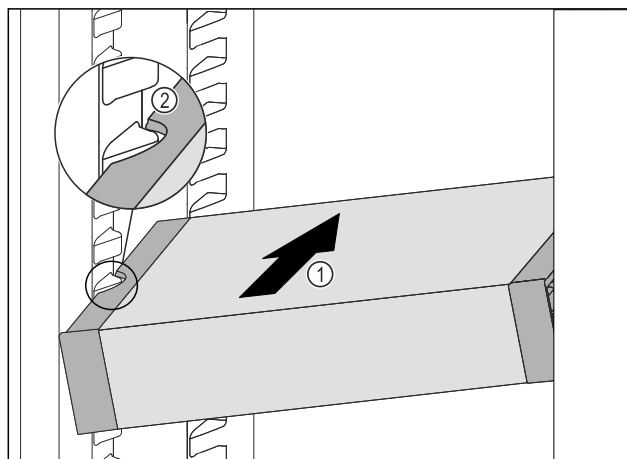

Fig. 112
- ▶ VarioSafe wsunąć ukośnie do chłodziarki Fig. 112 (1), aż boczne wycięcia Fig. 112 (2) VarioSafe będą się znajdować na wysokości żeber pojemnika w chłodziarce.